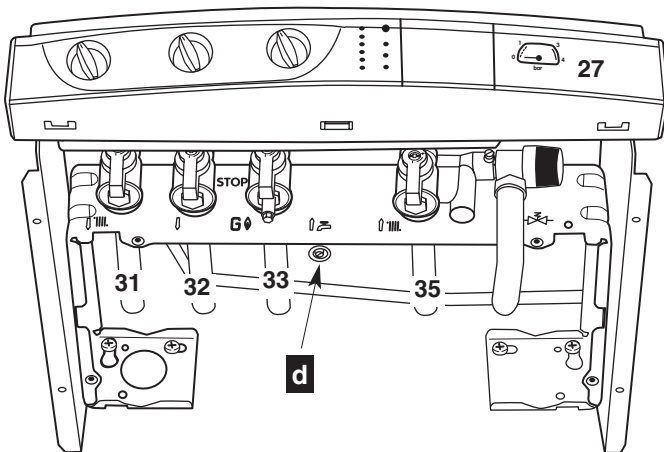
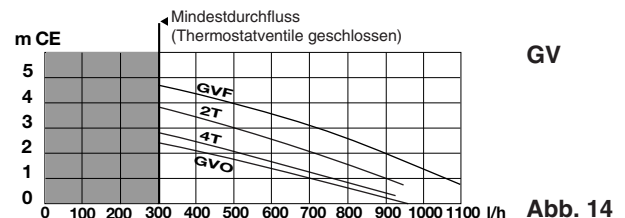

Abb. 13
Abb. 14
- Stellen Sie sicher, dass die Absperrhähne des Heizungsvorlaufs **31**, des Vorlaufs der Speichererwärmung **32** und des Heizungsrücklaufs **35** (Abb. 13) geöffnet sind;
- diese Ventile wieder schließen, wenn die Nadel des Druckmessers **27** (Abb. 13) sich über dem im § 3 festgesetzten Druck befindet
- gaszufuhrventil **33** öffnen (Abb.13)
- **GV**, (schnell), Kennlinien Abb. 14, (Fabrikeinstellung).
Der Heizkessel ist mit einem einstellbaren By-Pass bestückt, mit dem der Durchfluss des Heizungskreislaufs den jeweiligen Gegebenheiten der Installation angepasst werden kann. Die Einstellung erfolgt mithilfe der Schraube **d** unter der Armaturenhalterung (Abb.13) (zum Öffnen aufschrauben), damit die verfügbare manometrische Höhe den Spannungsverlusten der Installation angepasst werden kann, wie in den Diagrammen **GV** oder **PV** (Abb. 14 oder 15) angegeben.